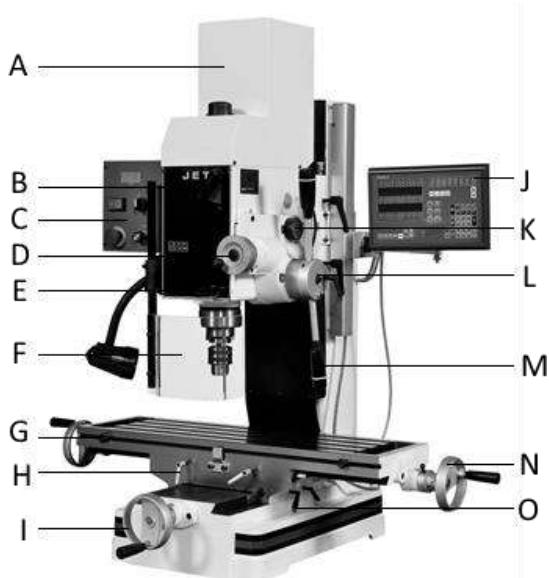
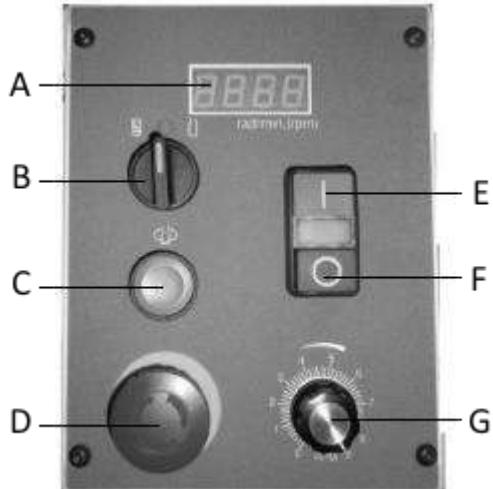

Рис.1
Рис.4
- Поверните переключатель (B, рис.4) в положение для сверления.
- Нажмите кнопку (E) для запуска шпинделя.
- Используйте ручку (G, рис.4) для установки желаемой скорости. Значение скорости можно увидеть на экране.
- Опускайте узел шпинделя вниз используя ручки (M, рис.1) для сверления заготовки.
- Нажмите кнопку (F, рис.4) для остановки вращения шпинделя.
- При аварийной ситуации нажмите кнопку аварийной остановки (D, рис.4) для полной остановки станка.
- Установите скорость автоподачи рукояткой (K, рис.1) и скорость вращения шпинделя в соответствии с режимом резания
- Ослабьте винт (L, рис.1) и поворачивая шкалу нониуса, установите требуемую глубину сверления. Затяните винт.
- Включите станок. Отклоните ручку подачи пиноли (M, рис.1) для включения автоподачи.
- Поверните переключатель (B, рис.4) в положение для нарезания резьбы.
- Зафиксируйте положение пиноли рукояткой (E, рис.1)
- При продольном фрезеровании закрепите стол в поперечном положении фиксаторами (O, рис.1)
- При поперечном фрезеровании закрепите стол в продольном положении фиксаторами (H, рис.1)
- Подавайте заготовку под фрезу, используя маховики (N и I, рис.1)
Переключение между режимами следует делать только после остановки вращения шпинделя. Регулировка скорости в пределах выбранного режима производится ручкой (G, рис.4) на панели управления.